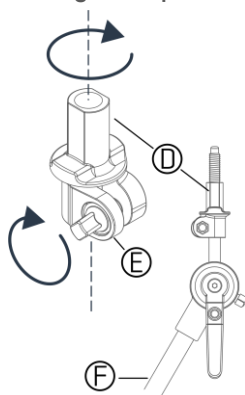

Figura 1
- 4 Para fixar a braçadeira do prato (D), aperte o parafuso (E) como é mostrado na Figura 1.
- 5 Aparafuse o feltro e a porca de orelhas (A) no braço do prato.